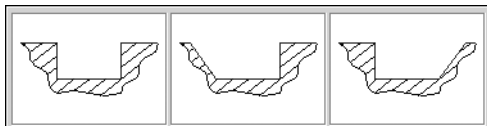

Рис. 4.4.
5. В левой области окна **Канавки** показан вид канавки по умолчанию. Чтобы выбрать другой вид, щелкните по слайду правой (или два раза левой) клавишей мыши. Появится развернутое меню видов канавок (рис. 4.4).
- ▼ щелкните на слайде правой (или два раза левой) клавишей мыши; появится развернутое меню видов канавок (см. рис. 4.4 на с. 38).